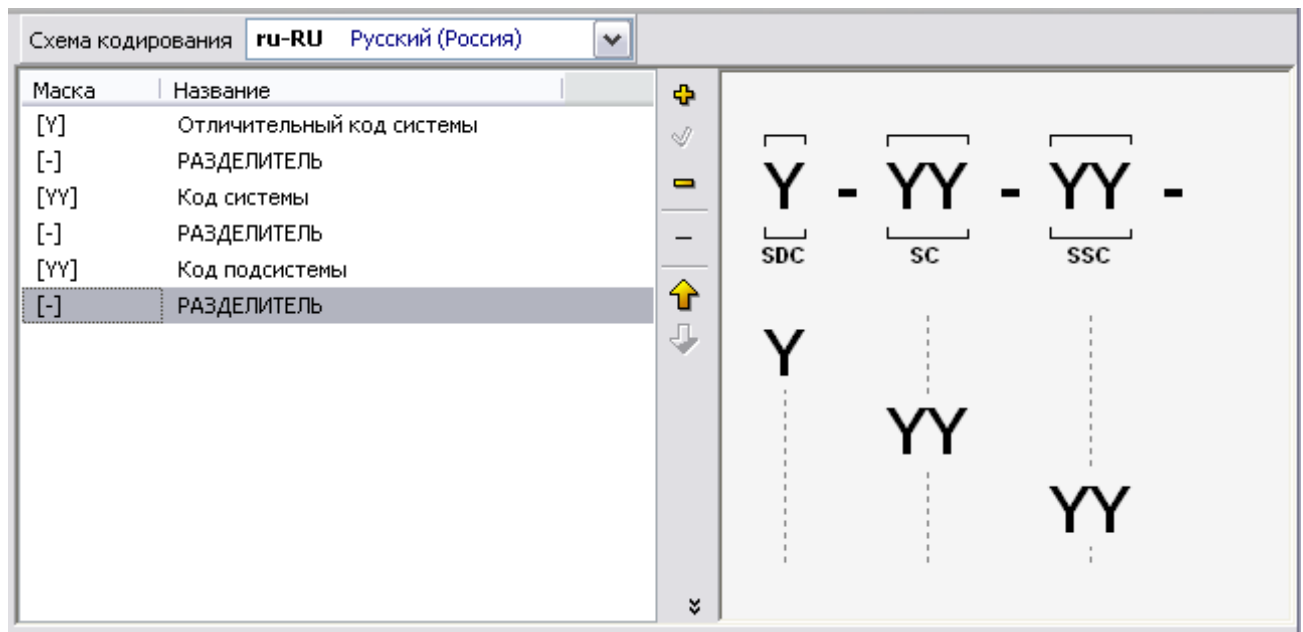

Рис. 2.24
В левом окне вкладки **Схема кодирования** находятся маски и названия созданных полей кода. В правом окне вкладки изображена схема сегмента кода на данном этапе разработки (Рис. 2.24).
1. На вкладке **Схема кодирования** выделите поле кода «Код подсистемы» (Рис. 2.24).